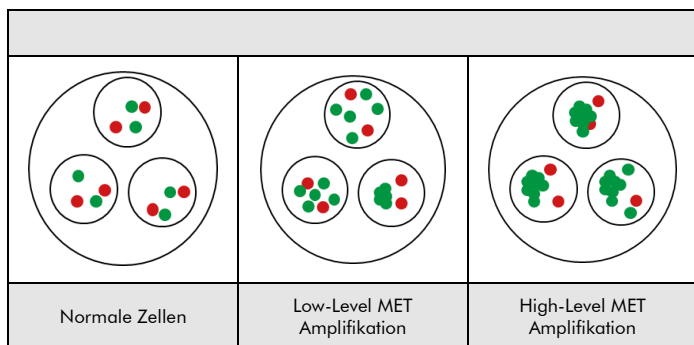

Abb. 2: Zu erwartende Ergebnisse in normalen und aberranten Zellkernen
**Normale Situation:** In Interphasen von normalen Zellen oder Zellen ohne eine Amplifikation der MET-Genregion erscheinen zwei grüne und zwei rote eindeutig punktförmige Signale (siehe Abb. 2).
**Aberrante Situation:** In Zellen mit einer Amplifikation der MET-Genregion können eine erhöhte Anzahl grüner Signale oder grüne Signalcluster beobachtet werden (siehe Abb. 2).